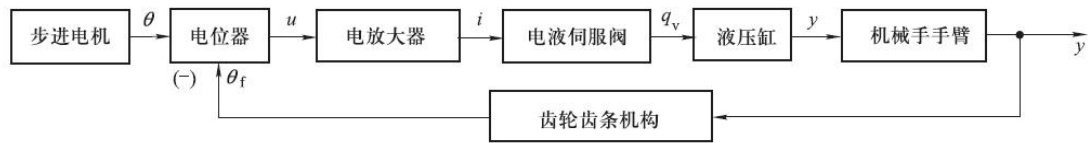

图 8-7 机械手伸缩运动伺服系统方框图
- (4) 典型应用案例分析
**信号链：**数控脉冲→步进电机转角→电位器电压→伺服阀电流→液压缸位移→齿轮反馈（图 8-7 方框图解析）。